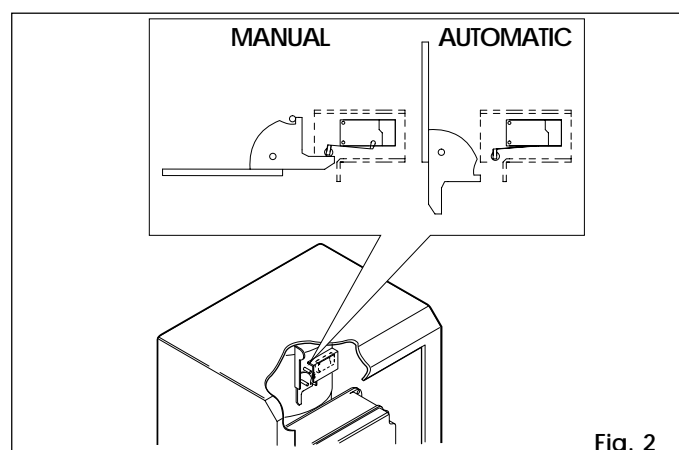

Fig. 2
- Azionare la leva di sblocco indicata in fig. 2.
- Riposizionare la leva di sblocco indicata in Fig. 2 fino a battuta meccanica.
| Gear motor dimensions LxHxD (mm) | see Fig. 2                                  |